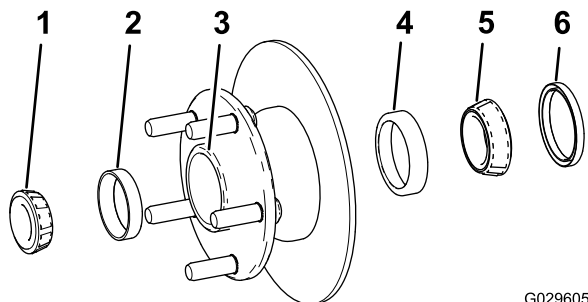

Рисунок 31
1. Снимите наружный подшипник и кольцо подшипника со ступицы (Рисунок 31).
2. Снимите уплотнение, внутренний подшипник и кольцо подшипника со ступицы (Рисунок 31).
5. Очистите полость ступицы от всей консистентной смазки, грязи и мусора (Рисунок 31).
7. Установите внутреннее и наружное кольца подшипника в ступицу (Рисунок 31).
8. Заполните полость ступицы на 50-80% консистентной смазкой указанного типа (Рисунок 31).
9. Установите внутренний подшипник на кольцо с внутренней стороны ступицы и установите уплотнение (Рисунок 31).